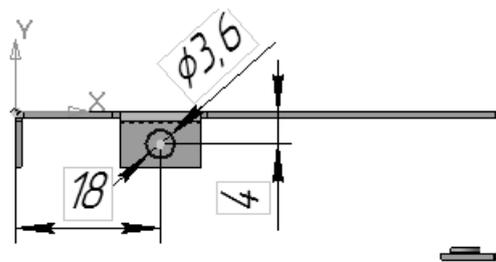

Рис. 10.27. Эскиз отверстия в сгибе №3
28. Эскиз отверстия в сгибе №3 представлен на рис. 10.27.